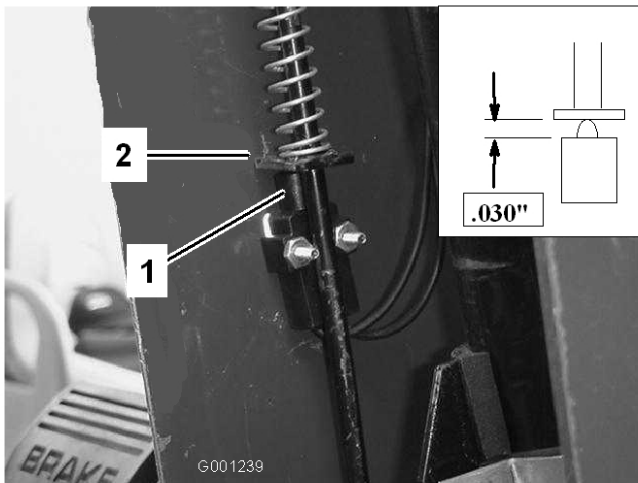

Bild 60
- Schieben Sie die Abdeckung auf der Lenkwelle nach oben, um den Schalter der Feststellbremse freizulegen (Bild 60).
- Richten Sie die Schaufel der Feststellbremsstange mit dem Schalterkolben aus (Bild 60)
- Drücken Sie die Feststellbremsstange nach unten und den Schalter nach oben, bis die komprimierte Länge des Schalterkolbens 0,8 mm beträgt (Bild 60, Einsatz) . Dies